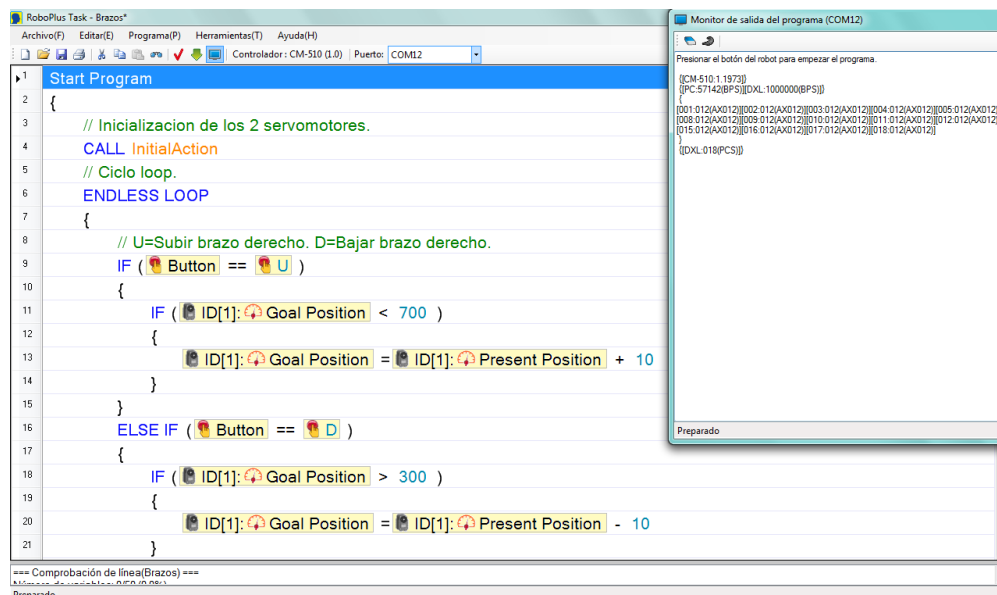

Figura 3.12 Programa de comportamientos, utilizando el Software RoboPlus Task.
1.- Conectamos la interfaz RS-232 serial de la computadora al robot. En el software RoboPlus Task, seleccionamos el controlador CM-510 y uno de sus Puertos COM disponibles, en este caso se selecciono el COM12 (ver Figura 3.12).